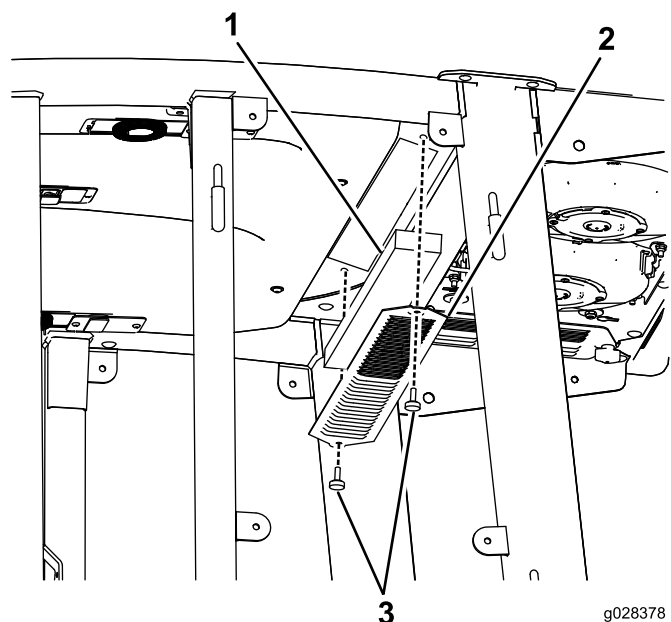

Figura 55
1. Remova os parafusos e as grelhas dos filtros de ar interior e traseiro da cabina (Figura 55).